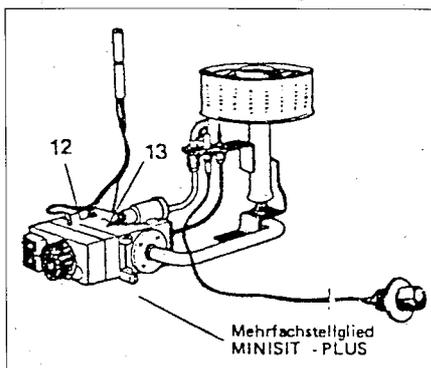
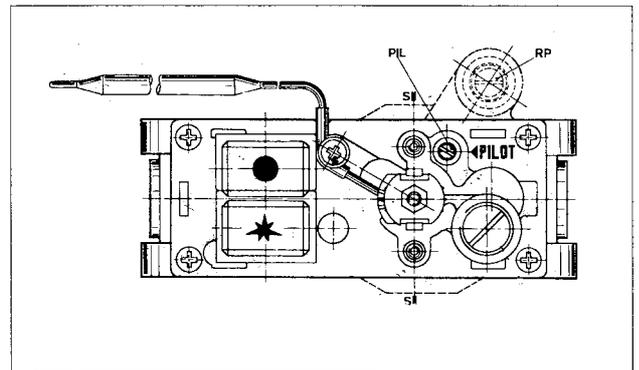

Bild 7
Bild 9
1. Für Düsendruckmessung Dichtschraube des Manometerstutzens (Bild 7, Pos. 13) lösen und Manometerschlauch aufstecken.
3. Düsendruck bzw. Gasmenge gemäß den Gas-Einstelltabellen Seite 11 an der Hauptgas-Einstellschraube (Bild 9, Pos. RP) einstellen. Rechtsdrehen erhöht den Düsendruck bzw. die Gasmenge, Linksdrehen verringert den Düsendruck bzw. die Gasmenge. Die Einstellung ist nach einer Betriebszeit von mindestens 10 Minuten vorzunehmen.
4. Geräte-Anschlußhahn schließen, bei Düsendruckmethode Manometer abnehmen. Meßstutzen (13) mit Dichtschraube gasdicht verschließen.
5. Dichtschraube des Manometerstutzens (Bild 7, Pos. 12) lösen und Manometerschraube aufstecken.
8. Geräte-Anschlußhahn schließen, Manometerschlauch abnehmen und Meßstutzen (12) gasdicht schließen.